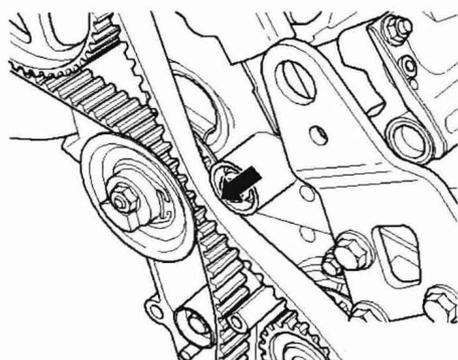

图 1-1-26
(5) 将齿形传动带按张紧轮、凸轮轴正时齿轮、冷却液泵、惰轮的顺序装上，如图 1-1-26 箭头所示。